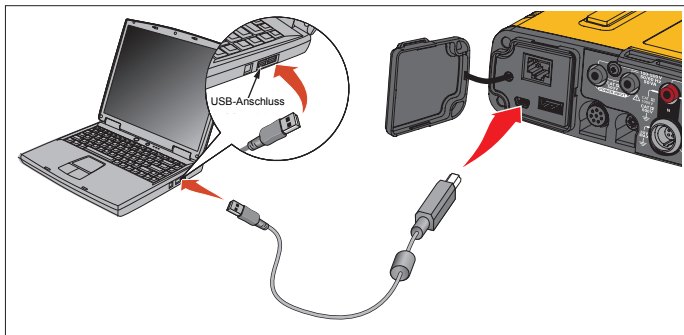

Abbildung 8. Verbindung zwischen Power Logger und PC
3. Schließen Sie das USB-Kabel an die USB-Anschlüsse des Computers und des Loggers an. Siehe Abbildung 8.
Wenn der WLAN-Hotspot aktiviert ist, leuchtet die LED „WLAN-Hotspot“ grün. Wenn diese LED nicht leuchtet, schließen Sie das USB-Kabel an. Siehe Abbildung 8, und gehen Sie zu Schritt 5.